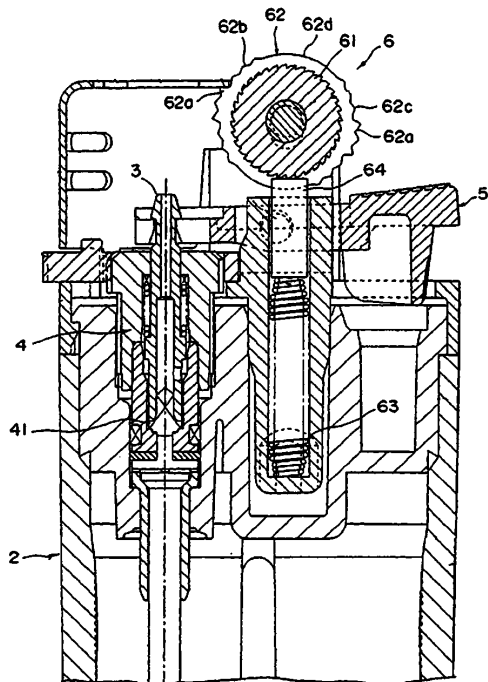

Рис. 4
**Газовая зажигалка** описана в европейском патенте EP1323981 (2002 г.). Зажигалка (рис.4) состоит из корпуса 2, в котором хранится топливо, устройства подачи топлива 4, содержащее сопло 3, через которое выходит газ, клапана 41, рычага 5, которым открывается клапан 41 и устройства поджига 6.